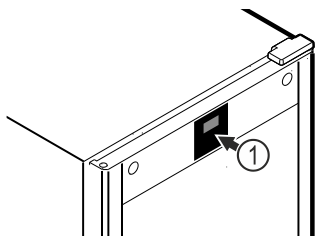

Fig. 51 Immagine a titolo di esempio
Il termometro viene calibrato in fabbrica (scostamento di +6 kelvin). Se la temperatura interna differisce dal display della temperatura Fig. 51 (1), è possibile calibrare il termometro.